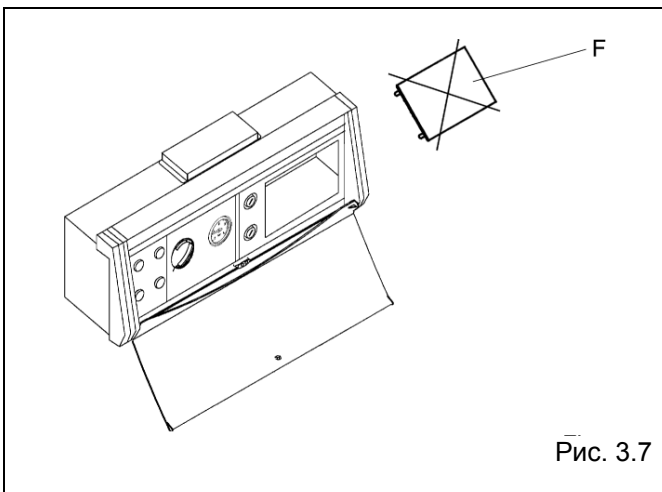

Рис. 3.7
- снимите крышку (F), воспользовавшись отверткой (рис. 3.7)